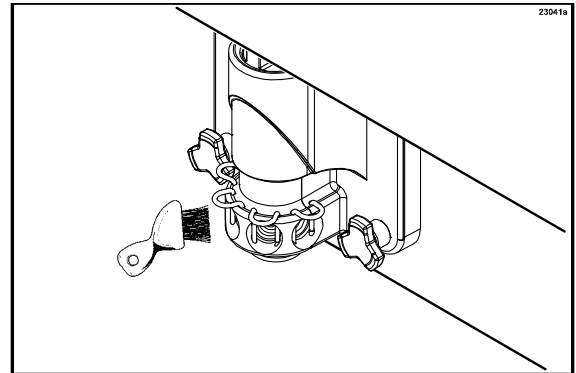

Figura 56
11. Com a escova para o orifício de xarope, esfregue cada orifício de saída de xarope de 10 a 15 vezes. Mergulhe a escova na solução de limpeza antes de esfregar cada orifício. (Veja a Figura 56.)